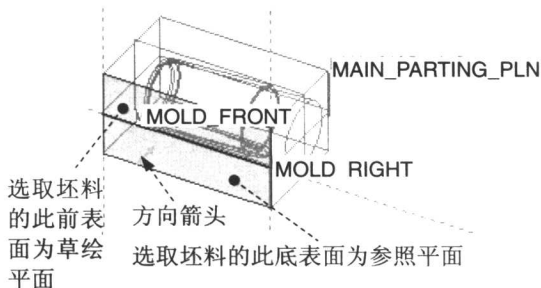

图 1.21 定义草绘平面
(1) 选择下拉菜单 **插入(I)** → **拉伸(E)...** 命令，此时系统弹出“拉伸”操控板。
(2) 定义草绘截面放置属性：右击，从弹出的菜单中选择 **定义内部草绘...** 命令；在系统 **选取一个平面或曲面以定义草绘平面** 的提示下，选取如图 1.21 所示的坯料前表面为草绘平面，接受图 1.21 中默认的箭头方向为草绘视图方向，然后选取如图 1.21 所示的坯料底表面为参照平面，方向为 **底部**；单击 **草绘** 按钮，至此系统进入截面草绘环境。